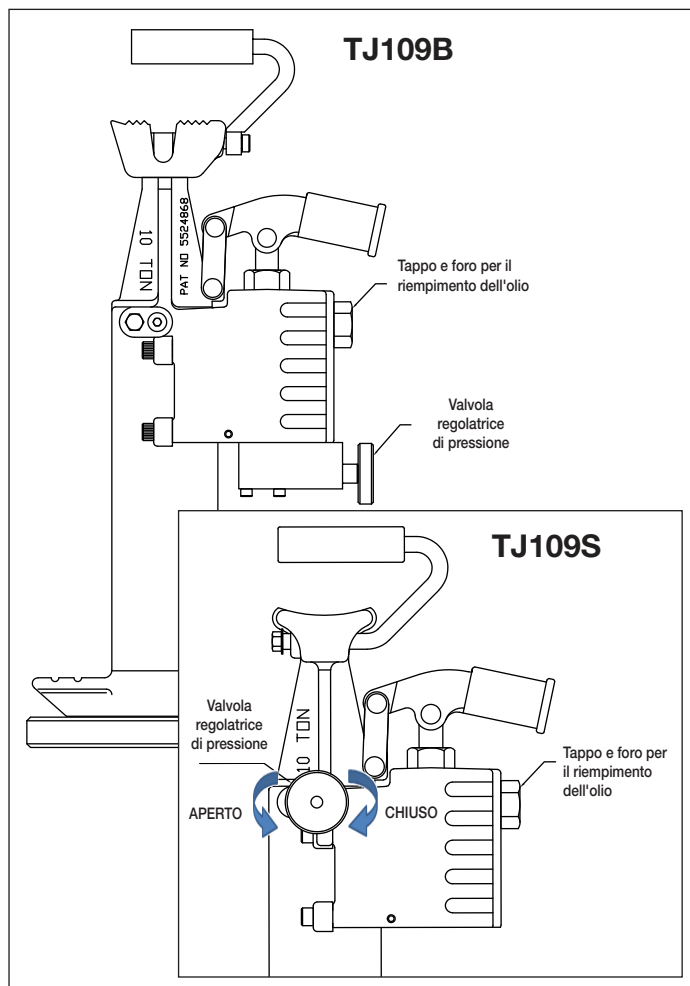

Figura 4, Tappo per il rifornimento dell'olio e valvola regolatrice di pressione
3. Rimuovere eventuale sporcizia o polvere dall'area intorno al tappo per il riempimento dell'olio. Svitare e rimuovere il tappo per il riempimento dell'olio. Per la posizione, vedere la Figura 4.